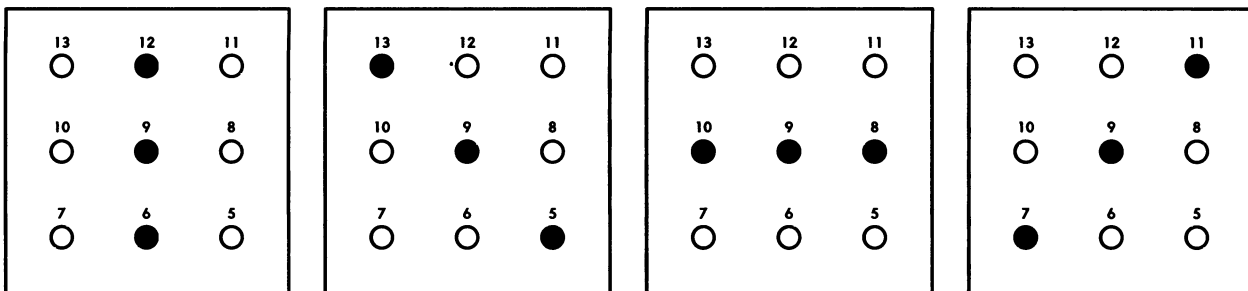

Рис. 3.23. Имитация вращения линии посредством отображения последовательности линий, смещенных на угол в 45°
Для начала преобразуем вращающуюся линию в последовательность составляющих ее изображений. Начнем в вертикальной линии, а для имитации ее вращения будем последовательно смещать ее на угол в 45° (рис. 3.23).
Функция `verticalLine()` ❶ отображает первую линию из рис. 3.23, функция `topLeftDiagonal()` ❷ — вторую, функция `horizontalLine()` ❸ — третью и функция `topRightDiagonal()` ❹ — последнюю. Как и в случае с предыдущими пользовательскими функциями, эти пользовательские функции имеют тип данных `void`, поскольку они не возвращают никаких значений.